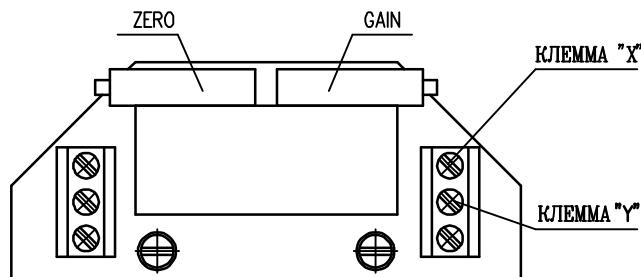

Рис. 7
4.4.2 EPV - 3-проводниковое включение (рис.7)
- Установите датчик сопротивления на основании инструкций в предыдущей главе так, что величину сопротивления измеряйте на клеммах X-Y (рис.7). (употреблен датчик с сопротивлением 2000 Ω или 100 Ω)
- Поворачиванием устанавливающего триммера ZERO (рис.7) установите величину выходного сигнала тока, измеряемого на клеммах 81-82, на величину 0 мА или 4 мА.
- Поворачиванием устанавливающего триммера GAIN (рис.7) установите величину выходного сигнала тока, измеряемого на клеммах 81-82, на величину 20 мА или 5 мА.
- Установите датчик сопротивления на основании инструкций в предыдущей главе так, что величину сопротивления измеряйте на клеммах X-Y (рис.7).
- Поворачиванием устанавливающего триммера ZERO (рис.7) установите величину выходного сигнала тока, измеряемого на клеммах 81-82, на величину 4 мА.
- Поворачиванием устанавливающего триммера GAIN (рис.7) установите величину выходного сигнала тока, измеряемого на клеммах 81-82, на величину 20 мА.